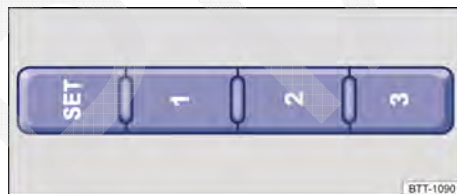

Fig. 113 Na parte externa do banco do condutor: botões da memória.
- Pressionar o botão  por mais de um segundo → Fig. 113.